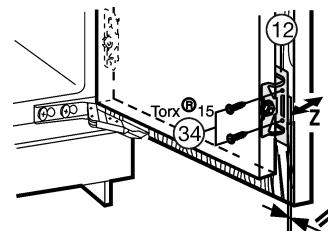

Fig. 22
- Deur van het apparaat met schroeven Fig. 22 (34) door de bevestigingshoek Fig. 22 (12) op de kastdeur vastschroeven.